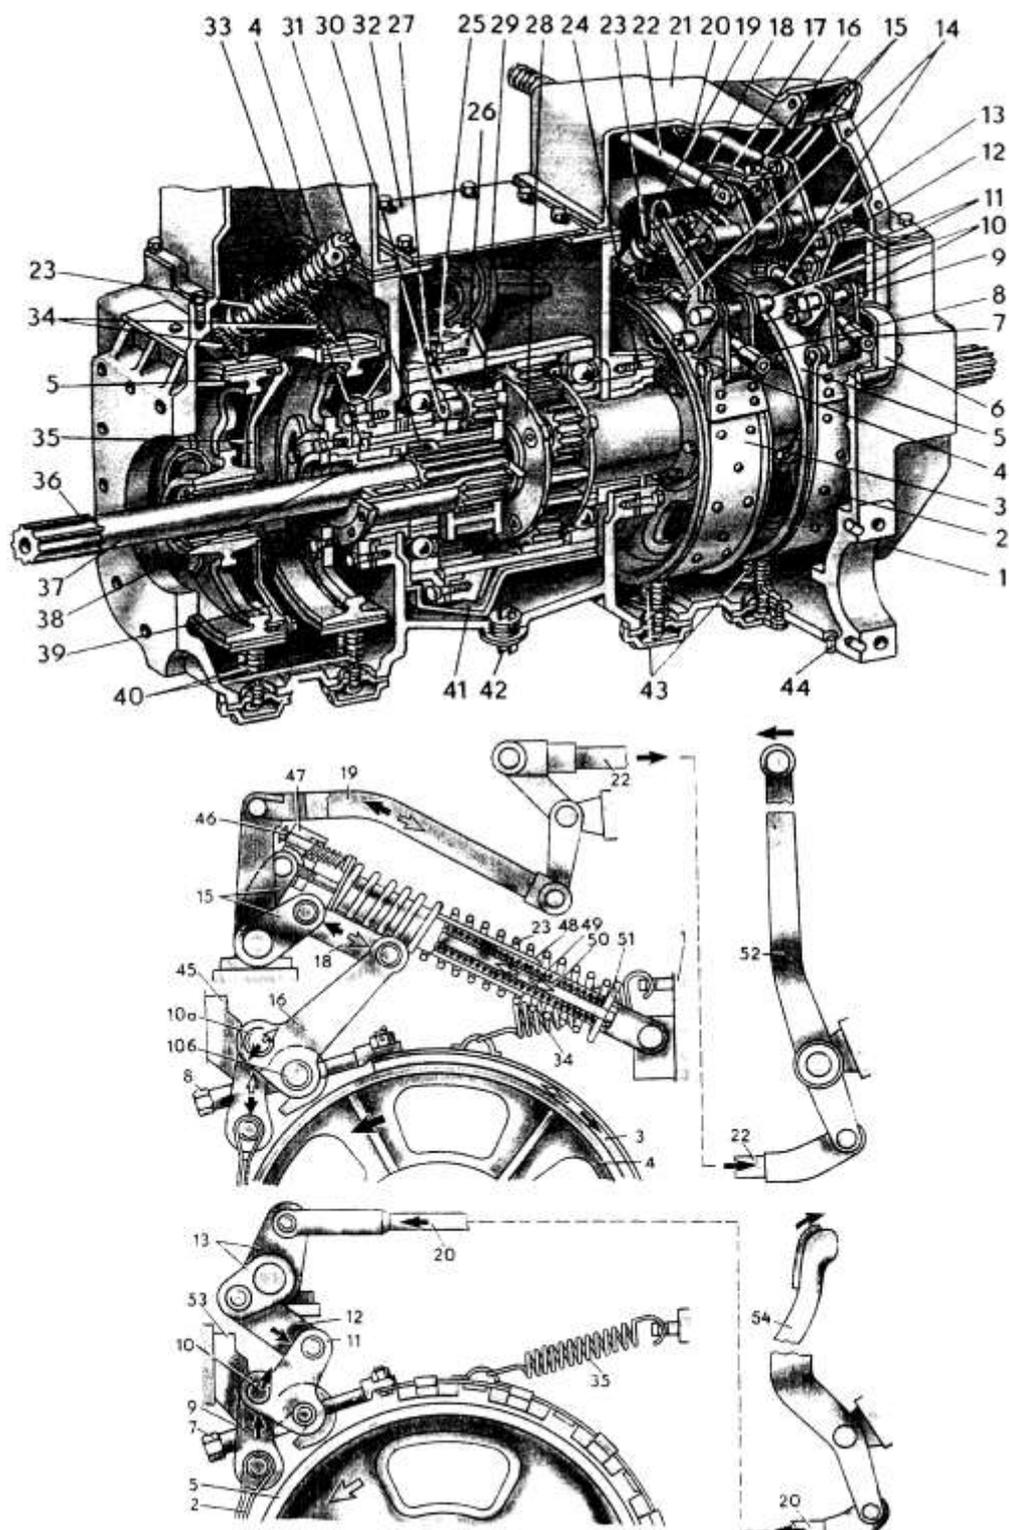

Рис. 25. Ведущий мост трактора ДТ-75М
- регулируют натяжение ленты тормоза солнечной шестерни. Для этого затягивают регулировочную гайку **8** (см. рис. 25) до отказа и отпускают её до совмещения кольцевой проточки на контрольном штоке **46** с кромкой отверстия в проушине **47**;